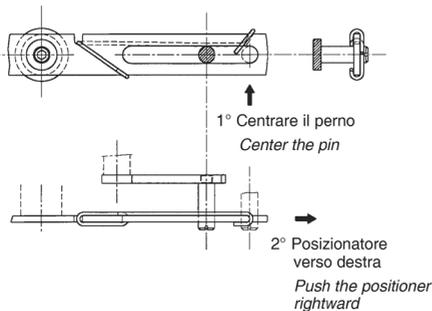

Fig. 6
- 4) Fissare il posizionatore al castello della valvola mediante la staffa utilizzando la prevista foratura per la vite od i cavallotti (E) appositamente forniti per i servomotori a colonna. Effettuando questa operazione infilare il perno di scorrimento (B) all'estremità della leva di comando e traslare poi il posizionatore verso destra come indicato a Fig. 6. Al termine dell'operazione il perno (B) dovrà risultare posizionato come in figura.
- 4) Fix the positioner to the valve yoke by the mounting plate using the hole on the valve yoke for the screw, or the U-bolts (E) for actuators with pillars. During this operation, insert the sliding pin (B) in the end of the positioner lever slot and afterwards move the positioner to the right as indicated in Fig. 6 until reaching the fixing position.